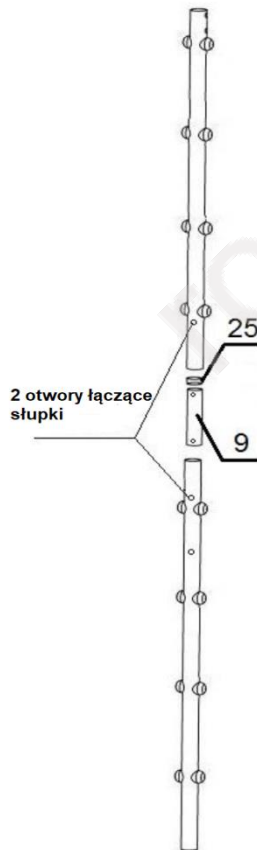
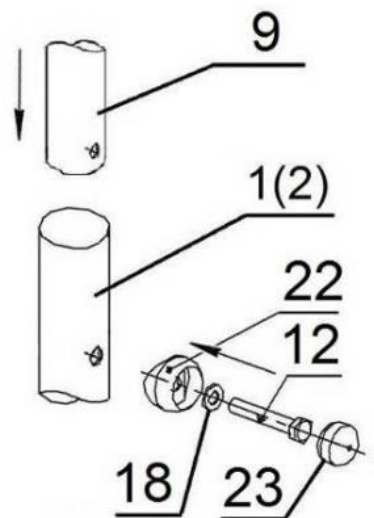

Rys.1
Rys.2
5.5.4. Skręć słupek górny wg rys.1 i słupek dolny wg rys. 2.